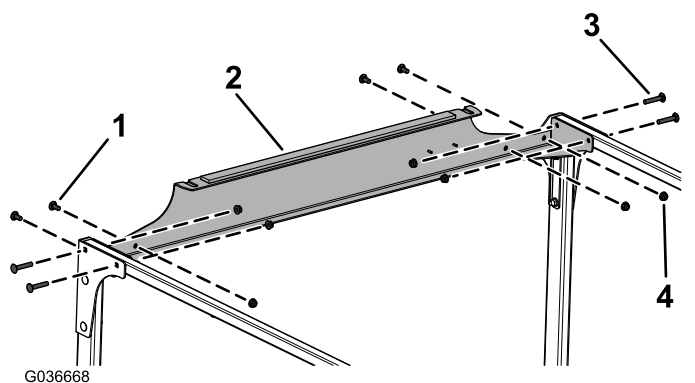

Figura 10
9. Instale sem apertar a ligação cruzada traseira nas tubagens da ligação cruzada e nas placas traseiras utilizando 4 parafusos de carroçaria (5/16 pol. x 1 3/4 pol.), 4 parafusos de carroçaria (5/16 pol. x 3/4 pol.) e 8 porcas flangeadas (5/16 pol.), como se mostra na Figura 10.